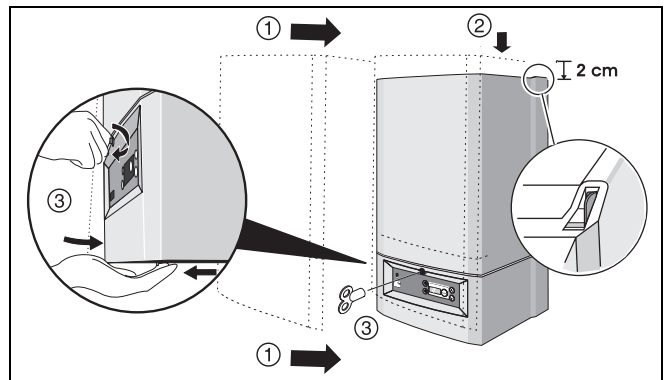

Fig. 25 Se montează carcasa
- Se remontează carcasa (Fig. 25).